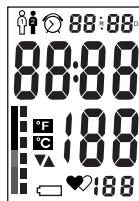

Рис.13
4. На дисплее кратковременно высветятся все символы (рис. 13), прозвучат два коротких звуковых сигнала и прибор начнет автоматически нагнетать воздух в манжету.